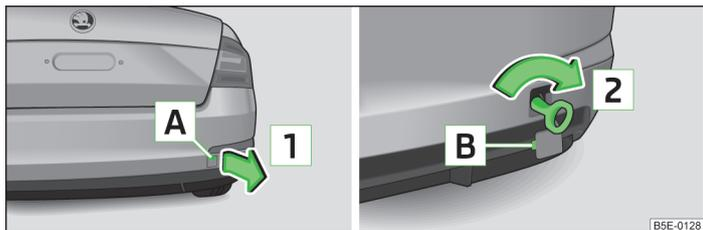

Abb. 206 Hinterer Stoßfänger: Ausbau der Abdeckkappe / Einbau der Abschleppöse
- Auf die Abdeckkappe im Bereich **A** » Abb. 206 drücken (bei den Fahrzeugen Octavia RS, Octavia Combi RS auf die rechte Kante der Abdeckkappe drücken).
- Die Abschleppöse von Hand in Pfeilrichtung **2** » Abb. 206 bis zum Anschlag einschrauben » **!**.